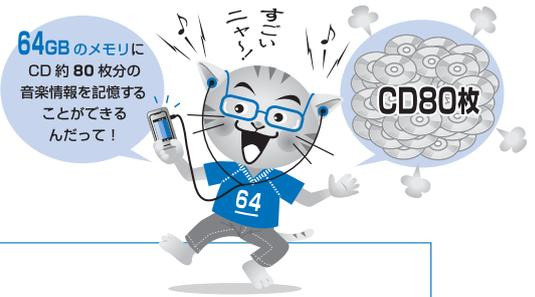

図1: NAND型フラッシュメモリの構造
**先生：**メモリチップは人体における細胞のように、膨大な量の「メモリセル」と呼ばれる素子からできているんだ。「メモリセル」は配線が交わる点に位置し、制御ゲートとシリコン基板との間に「浮遊ゲート」という場所を持っている（図1）。